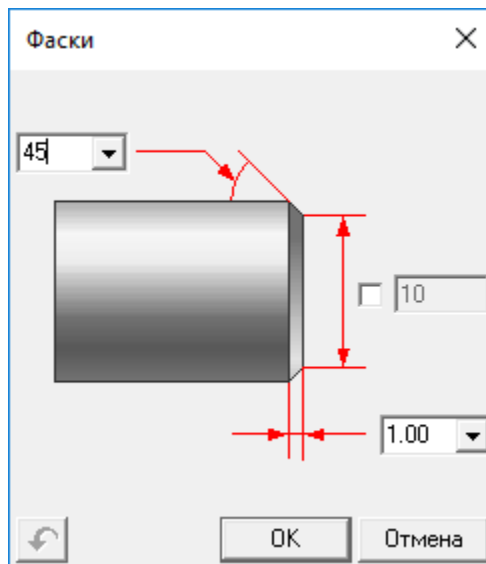

Рисунок 4-23
2. В диалоге **Фаски** (Рисунок 4-23) задать параметры создаваемой фаски: размер и угол, выбрав их из списка или указав с клавиатуры.